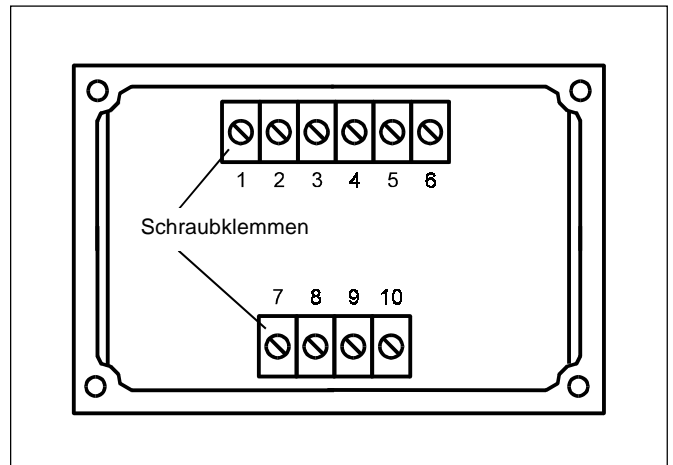

Bild 4.2: Anschlußklemmen des TopControl
- ➔ Lösen Sie den Deckel mit den PG-Verschraubungen, drehen Sie dazu die 4 selbstschneidenden Schrauben heraus. Die Anordnung der Schraubklemmen zeigt Bild 4.2.